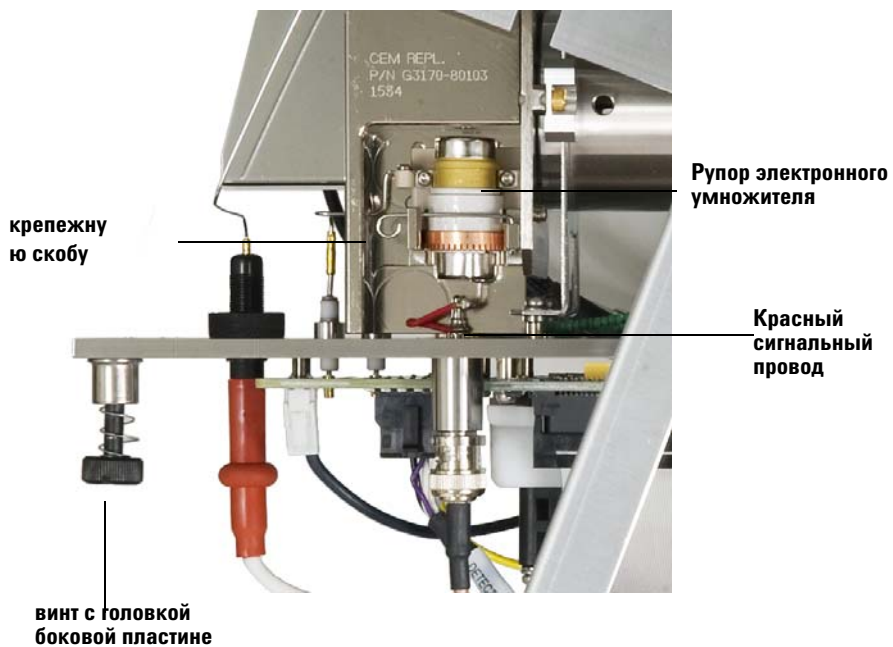

Рис. 39 Замена рупора электронного умножителя
- 3 Откройте крепежную скобу (**Рис. 39**). Поднимите плечо скобы вверх и отведите ее от рупора электронного умножителя.